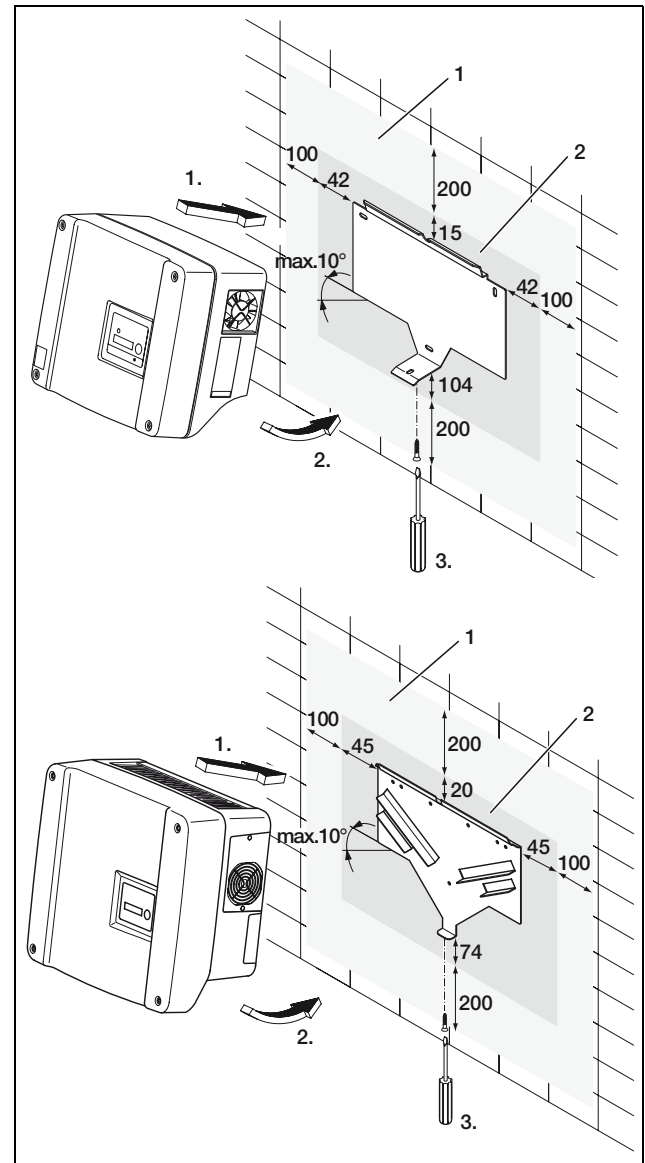

Abbildung 5: Wechselrichter montieren (oben: PIKO 3.0/3.6/4.2/5.5, unten: PIKO 8.3/10.1)
- Um eine ausreichende Kühlung zu gewährleisten, muss oberhalb und unterhalb des Wechselrichters ein Freiraum von mindestens 200 mm bleiben. Links und rechts muss ein Freiraum von mindestens 100 mm bleiben (siehe Abbildung 5, Seite 11).